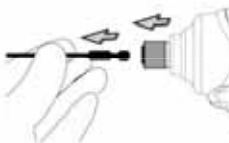

Fig. 2
2. Afmontér bitten ved at trække holderen i pilens retning, og træk bitten ud (Fig. 2).